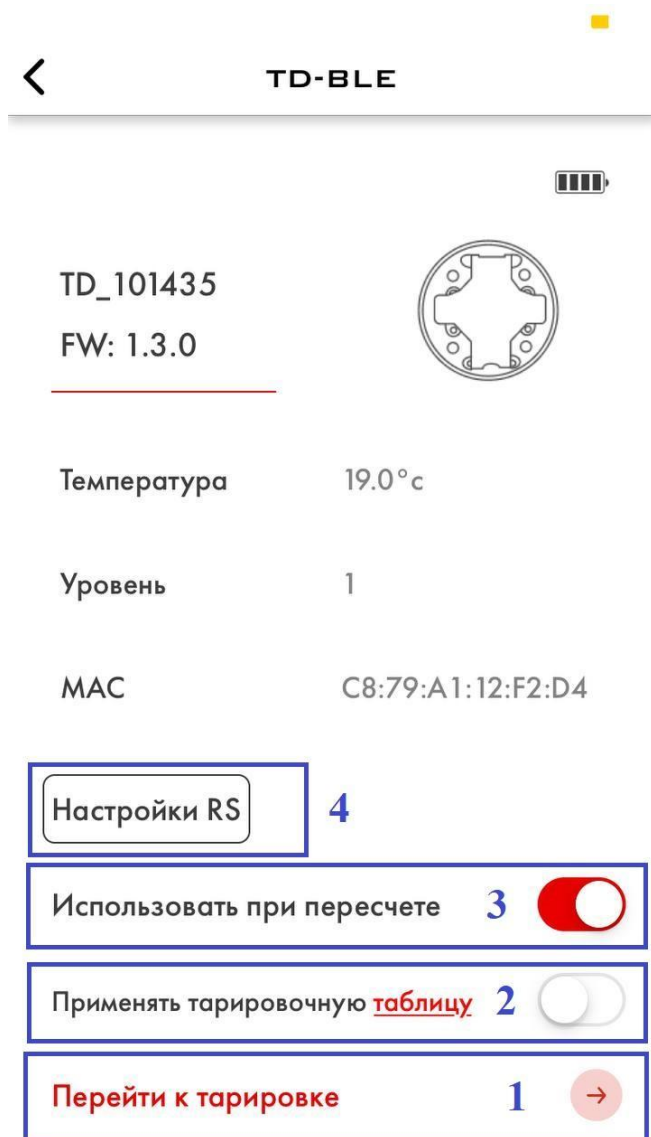

Рис. 47 Экран настройки датчика
2.7.3 Далее вы можете либо импортировать таблицу из файла, сохраненного на вашем смартфоне, либо ввести таблицу вручную. Для этого откройте конфигурацию датчика и нажмите **Перейти к тарифовке** (Рис. 47, 1).